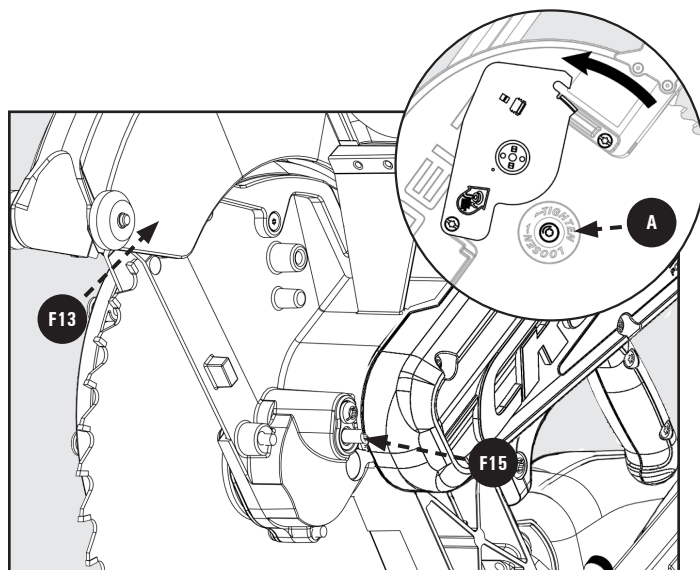

Figure 8
3. Tournez le protège-lame inférieur **F13** vers le haut pour exposer le boulon de la lame **A**. Tenez le protège-lame inférieur avec votre pouce droit et appuyez sur le bouton de verrouillage à broche **F15** avec votre index droit simultanément. Reportez-vous à la Figure 8.